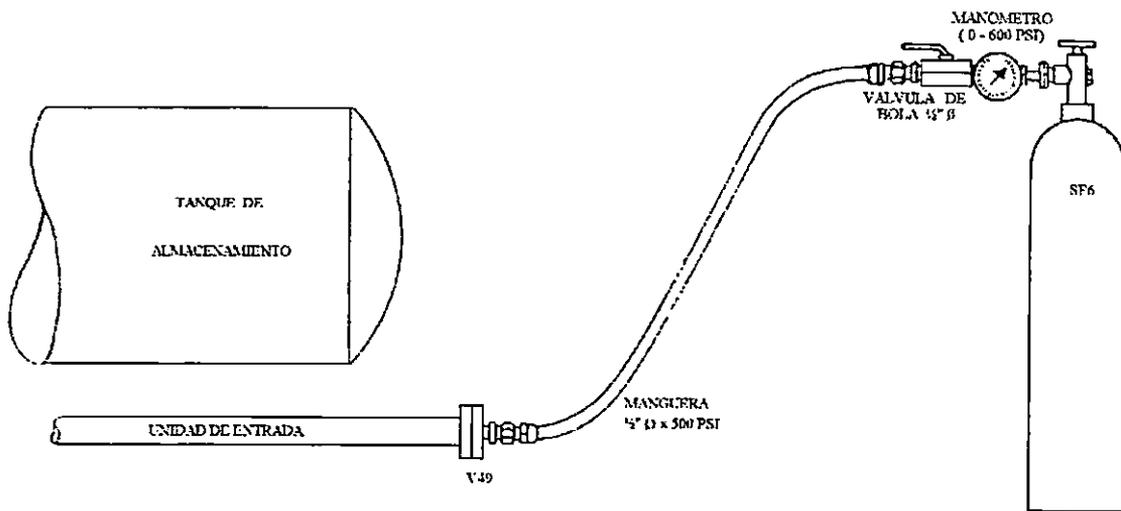

Figura 2.15 Transferencia de gas
- 10) Una la válvula de bola de ½ " con un medidor de presión de 0-600 Psi a uno de los cilindros. Una la manguera a la válvula de bola en el cilindro (Figura 2.15).